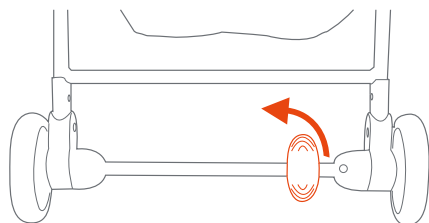

Fig. 9
- 9) • Para soltar os travões, gire a alavanca dos travões com delicadeza (Fig. 9).